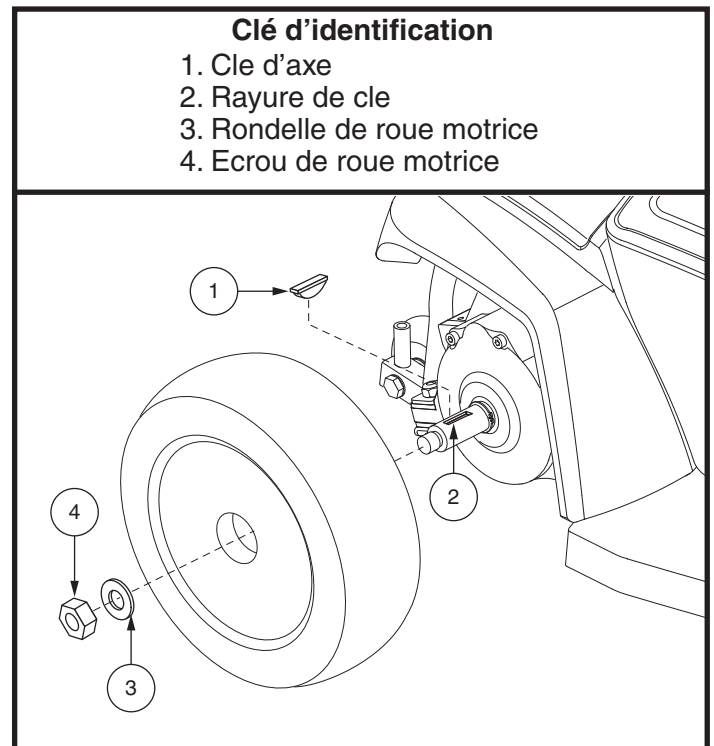

Figure 16. Roue de traction du Go-Chair
3. Retirez l'écrou et sa rondelle de l'essieu. **Voir la figure 16.**